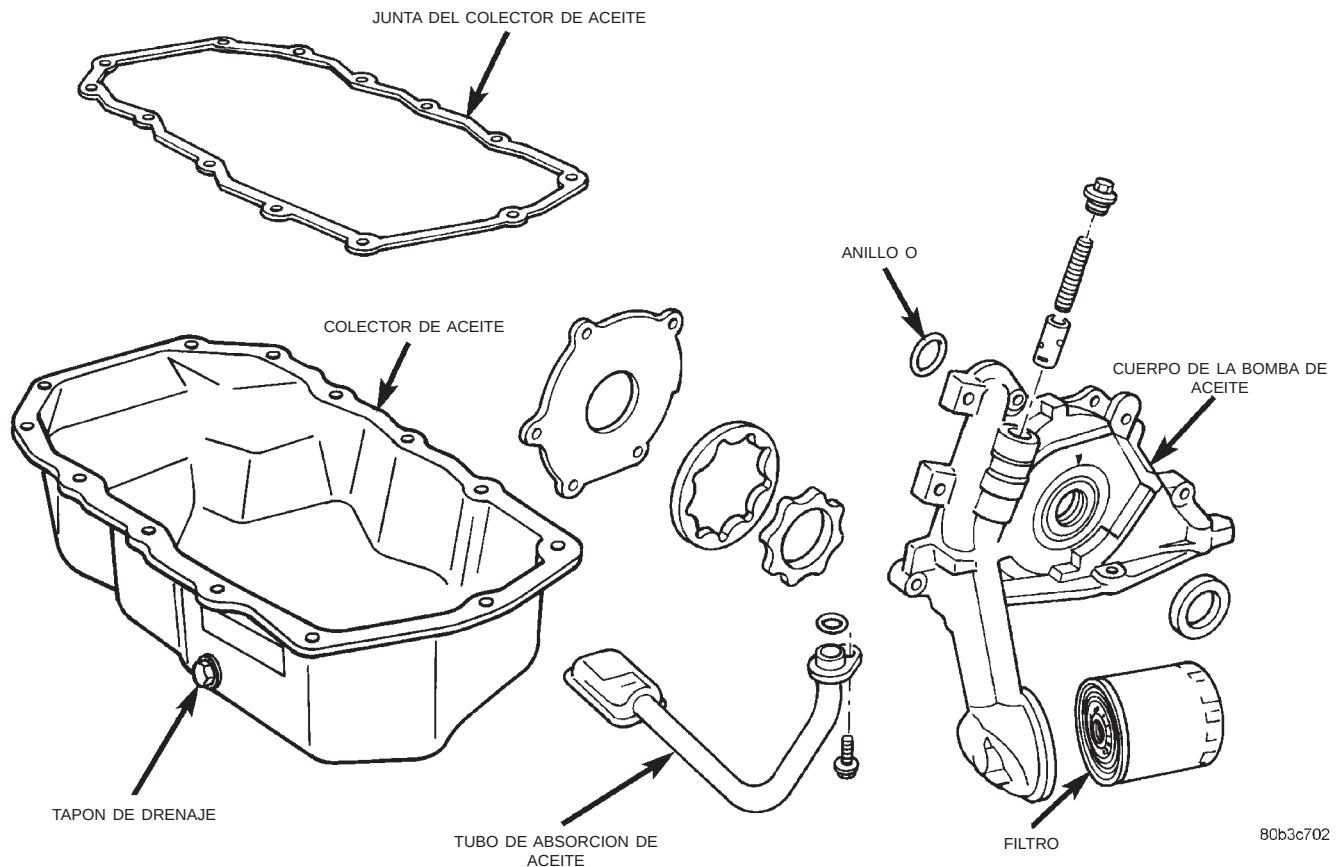

Fig. 95 Válvula de descarga de la presión de aceite
(a) Retire el tapón roscado y la junta de la bomba de aceite (Fig. 95).
(b) Retire el muelle y la válvula de descarga (Fig. 95).
PRECAUCION: La válvula de descarga de presión de la bomba de aceite debe instalarse como se indica en (Fig. 95). De lo contrario podrían producirse daños graves.
(4) Instale la válvula de descarga, el muelle, la junta y la tapa tal como se ilustra en la (Fig. 95). Apriete el tapón con una torsión de 41 N·m (30 lbs. pie).